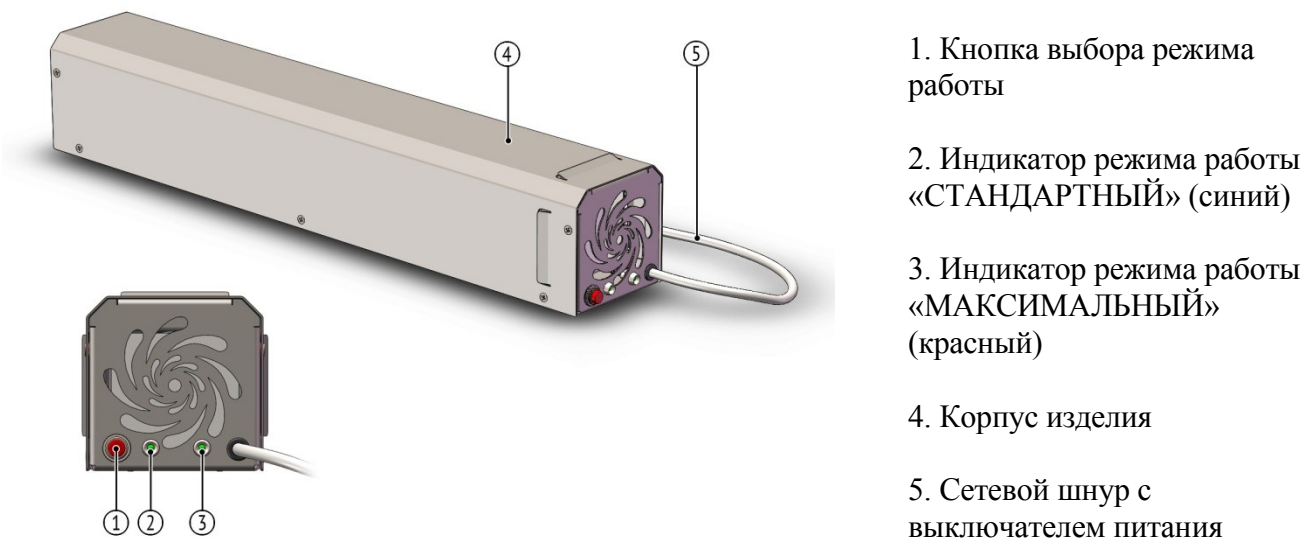

Рис. 1 – Внешний вид изделия
1.2.1. Внешний вид изделия представлен на Рис. 1.
2.2.3. Нажатием кнопки 1 (рис.1) выбрать режим работы.
- «СТАНДАРТНЫЙ» - Короткое нажатие на кнопку 1 (рис.1) – горит синий индикатор 2 (рис.1). Алгоритм работы: циклично 15 мин работа – 45 мин пауза, до выключения изделия или смены режима.
- «МАКСИМАЛЬНЫЙ» - Длительное нажатие на кнопку 1 (рис.1.) – горит красный индикатор 3 (Рис.1).